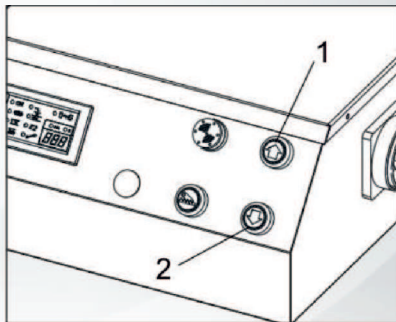

Рисунок 7.4
- Нажмите на кнопку подъема (рисунок 7.4 - 1) для подъема главной платформы P1 (слева по направлению на встречу автомобилю) до тех пор, пока она не достигнет максимальной высоты;
- Нажмите кнопку опускания (рисунок 7.4 - 2) и полностью опустите платформу P1;